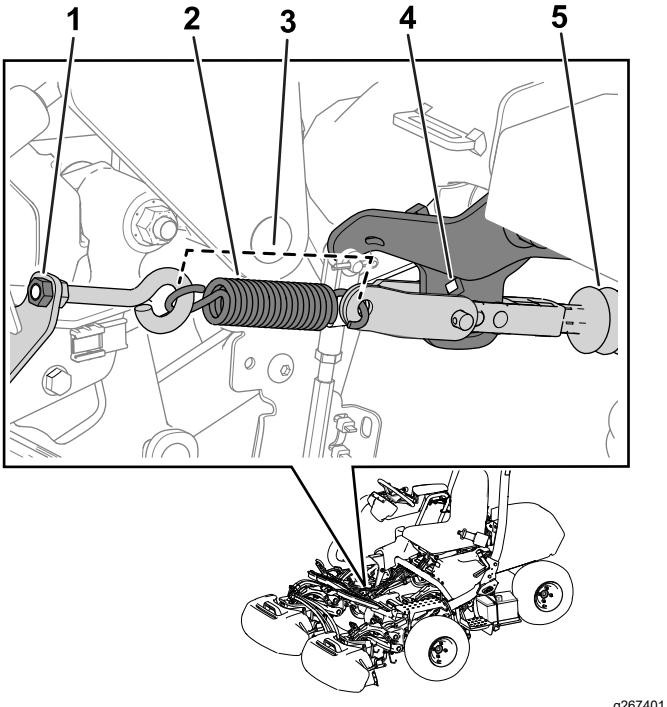

Bild 30
**Hinweis:** Weitere Informationen zu dieser Vorgehensweise finden Sie auf Bild 30.
5. Lösen Sie die Spannung auf die Feder, indem Sie die Mutter lösen, mit der die Öse an der Federhalterung befestigt ist (Bild 30).
3. Setzen Sie die Feder ein, siehe Bild 30.
4. Ziehen Sie die Ösenmutter auf eine Federlänge von 11,4 cm fest, wenn sie installiert ist (Bild 30).